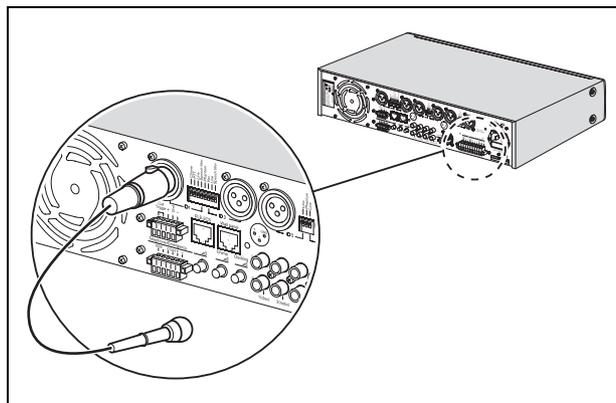

figura 4.2: solo connettore XLR
- XLR connector only. Vedere figura 4.2.